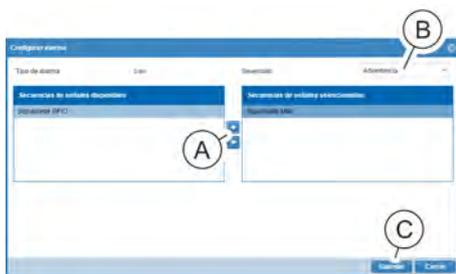

Fig. 131: Ventana "Configurar alarma"
8. ▶ En la ventana "Configurar alarma", seleccione una secuencia de señales y desplácela hasta el campo "Secuencias de señales seleccionadas" con el botón "→" (Fig. 131/A).
9. ▶ En el cuadro de selección "Severidad" (Fig. 131/B), seleccione para la entrada un estado de alarma "OK", "Advertencia" o "Alarma".
10. ▶ Confirme la selección con el botón "Guardar" (Fig. 131/C).